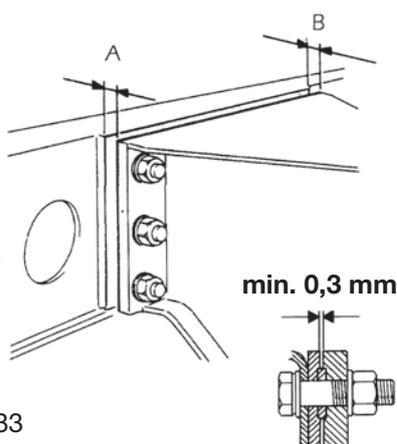

Fig. 33
- Assurez-vous que lorsque les boulons ont été serrés, il y a un espace (min 2,5-3 mm) entre la plaque de la poutre de la culasse et la plaque de connexion à la poutre du pont (figure 33).
Les dimensions A et B (représentées sur la figure 33) pourraient être différentes l'une de l'autre ; cette différence n'affecte pas le processus d'alignement entre les axes des roues des sommiers et l'orthogonalité entre les sommiers elles-mêmes et les poutres, qui est déterminée par l'usinage des sièges des coussinets d'alignement.